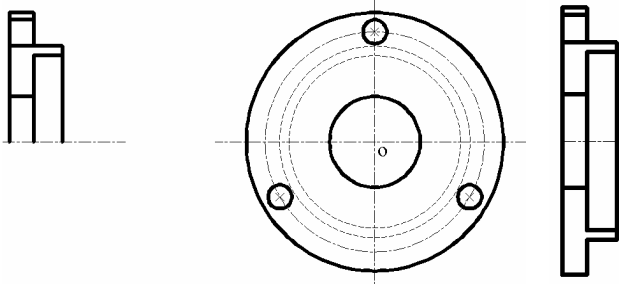

图 5-2-18
- STEP 03 用打断命令 BREAK 和删除命令 ERASE 删除多余的直线，删除后如图 5-2-18 所示。